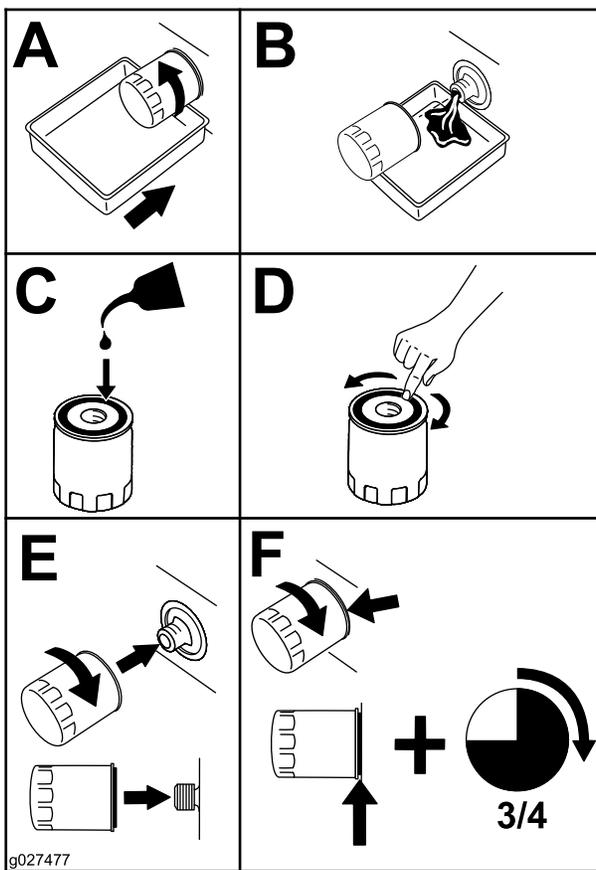

Figura 26
4. Cambie el filtro de aceite del motor como se muestra en Figura 26.